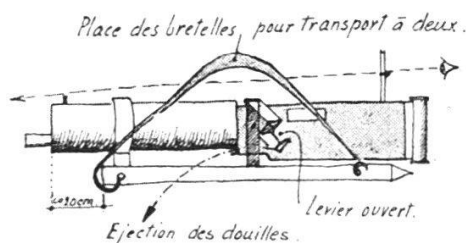

FIG. 8.
*Données pratiques* : Inverser de 90° la pièce sur son axe ; l'avancer dans le cacolet. Ne fermer que le levier supérieur, l'autre pouvant être fixé à l'aide d'une ficelle (ce levier devra être ouvert lors du tir, pour permettre de viser). La pièce-cacolet peut être portée à dos d'homme, dans la position normale, ou par deux hommes, en plaçant les bretelles du cacolet selon fig. 8.